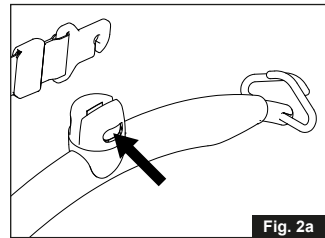

Fig. 2a
1. Pulse el botón amarillo y manténgalo pulsado mientras el gancho de la cinta de elevación se introduce en la abertura de la tapa superior del colgador de elevación (fig. 2a - 2b).